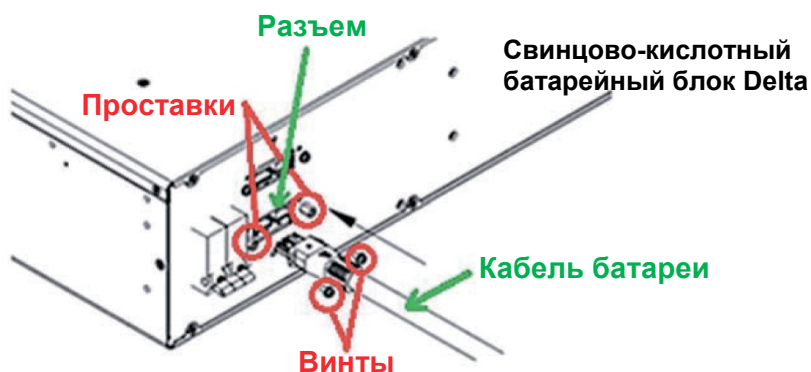

Рисунок 8-2. Подключение ИБП к свинцово-кислотному батарейному блоку Delta
- Подключите кабель батареи к разъему батарейного блока. Для надежного крепления батарейного кабеля к батарейному модулю используйте по два винта и по два переходника на каждый кабель (входят в комплект ИБП вместе с кабелем батареи). См. **Рисунок 8-2**.